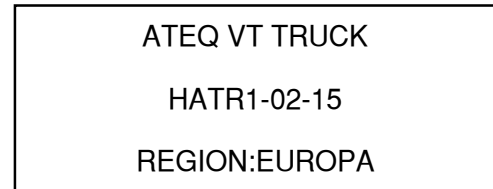

Abb. 1
- Die Softwareversion wird unter Angabe der ausgewählten Arbeitsregion angezeigt (Abb. 1).